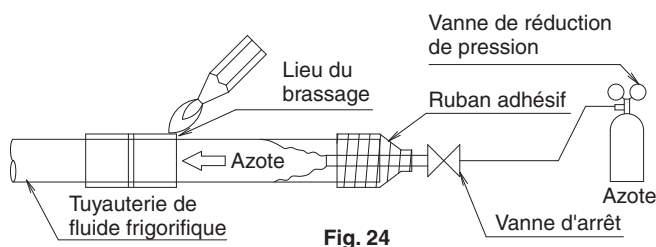

Fig. 24
- Avant le brasage de la tuyauterie du réfrigérant, un flux d'azote doit traverser le tuyau de réfrigérant ainsi qu'un substitut d'air avec de l'azote (REMARQUE 1). **(Reportez-vous à la Fig. 24)** Puis, effectuez le brasage (REMARQUE 2).